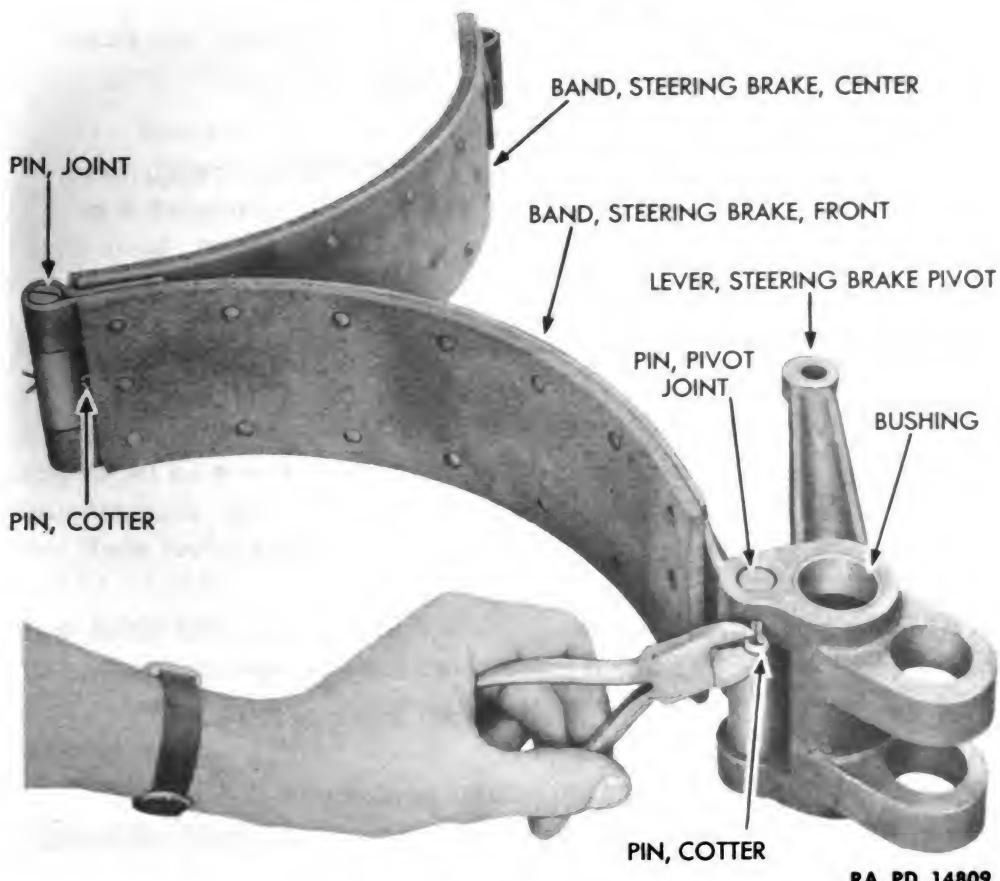

Figure 77 – Steering Brake Pivot Lever, Removal
(2) REMOVE STEERING BRAKE PIVOT LEVER (fig. 77).
(3) REMOVE BUSHINGS FROM STEERING BRAKE BAND PIVOT LEVER (fig. 77).
(4) REMOVE CENTER STEERING BRAKE BAND FROM FRONT STEERING BRAKE BAND (fig. 77).
- (1) **ATTACH CENTER STEERING BRAKE BAND TO FRONT STEERING BRAKE BAND (fig. 77).**
- (2) **INSTALL BUSHINGS IN STEERING BRAKE PIVOT LEVER (fig. 77).**
(3) INSTALL STEERING BRAKE PIVOT LEVER (fig. 77).